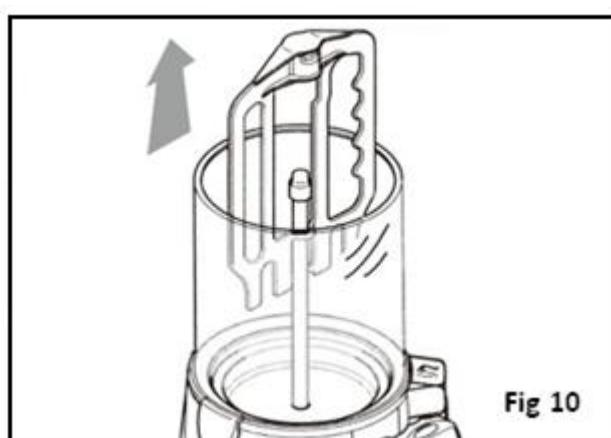

Fig 10
- Faites glisser la lame de mélange vers le haut pour la retirer, en veillant à ce qu'elle reste alignée sur la tige centrale jusqu'à ce que l'encoche inférieure de la lame soit de niveau avec la tête de rotation (Fig. 10).